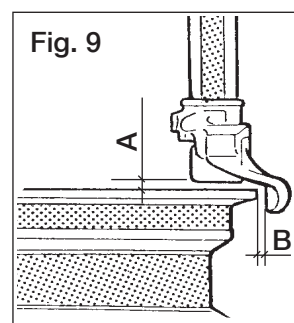

Fig. 11
- Enfiler une portion du talon supérieur dans le creux de la jante en poussant vers le bas contre la paroi opposée au levier de montage/démontage (Fig. 11).
- Insérer et positionner le démonte-pneu (17) sur la tête de montage/démontage (Fig. 11).